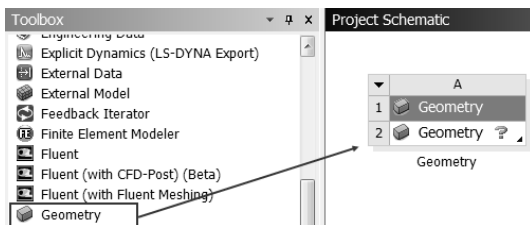

图 8-2 创建分析项目 A
Step2：双击主界面 Toolbox（工具箱）中的 Component Systems Geometry（几何）命令，即可在 Project Schematic（项目管理区）创建分析项目 A，如图 8-2 所示。